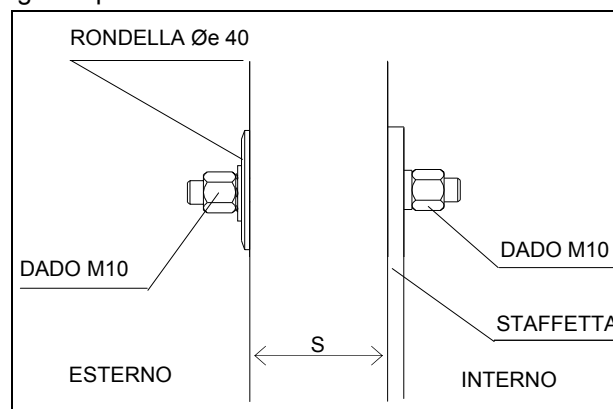

Figura 8 – PARTICOLARE SISTEMA DI FISSAGGIO
- Inserire i tiranti nei fori \varnothing 11 mm e avvitare, all'esterno del muro su ogni tirante, n.1 dado M10 dopo aver interposto tra muro e dado una rondella \varnothing esterno 40 mm (sia i dadi che le rondelle sono forniti a corredo) (Figura 8).